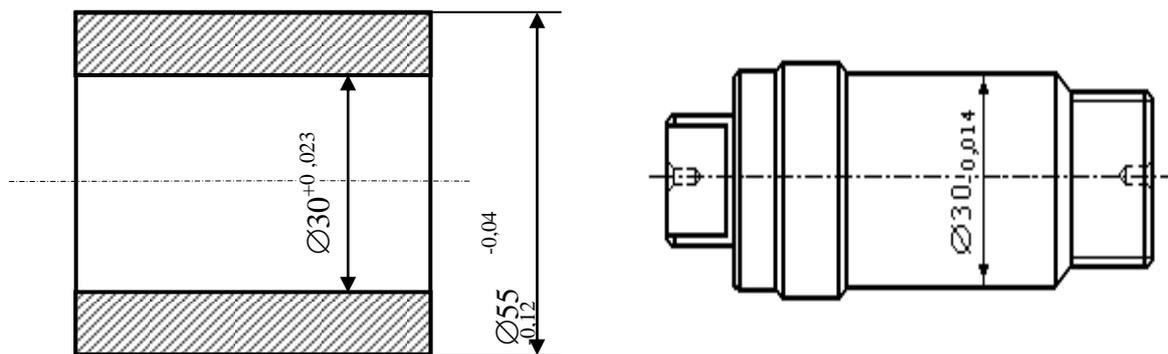

Рисунок 3.31
8. Для чистового обтачивания наружной поверхности втулки $\varnothing 55_{-0,12}^{-0,04}$ мм, имеющей центральное отверстие $\varnothing 30_{+0,023}$ мм, спроектирована оправка с посадочной поверхностью $\varnothing 30_{-0,014}$ мм. Определить погрешность базирования (рисунок 3.31).